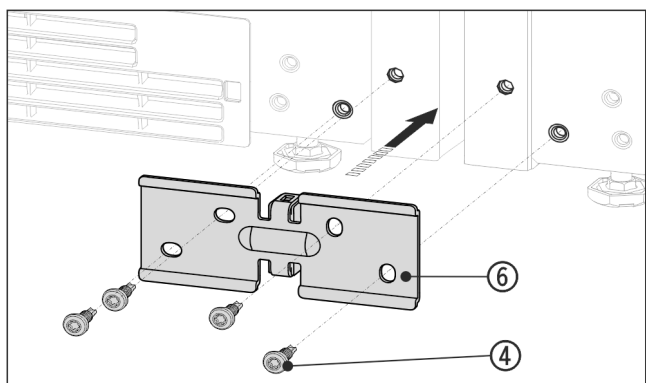

Fig. 14 Príklad zobrazenia
- Uholník Fig. 14 (6) s dištančným dielom zasuniete medzi zariadenia a voľne priskrutkujte pomocou 4 skrutiek Fig. 14 (4).